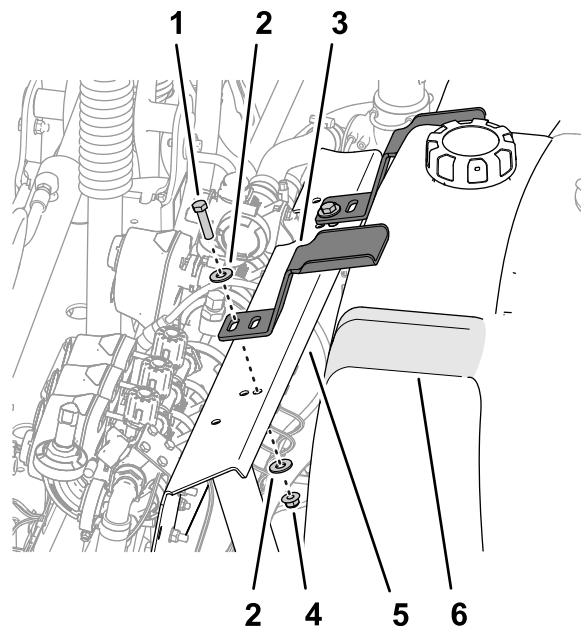

図 14
2. タンクについているくぼみに押さえ金具を合わせる 図 14。
3. 押さえ金具のスロットを、バルブマウントの穴に合わせる 図 14。
5. すずぎタンク用のもう1つの押さえ金具についても 24 の作業を行う。 図 14